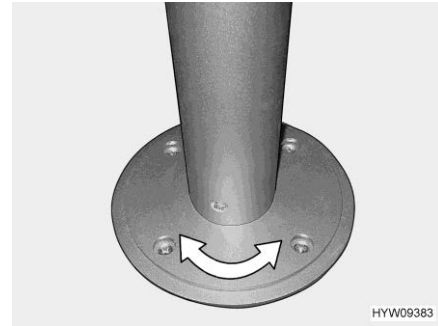

Fig. 82 Piede del tavolo a colonna (girevole)
- Ruotare il piano del tavolo nella posizione desiderata. A tale scopo occorre esercitare abbastanza forza, poiché il piano del tavolo ruota incontrando resistenza di attrito sul piede del tavolo a colonna (Fig. 82).